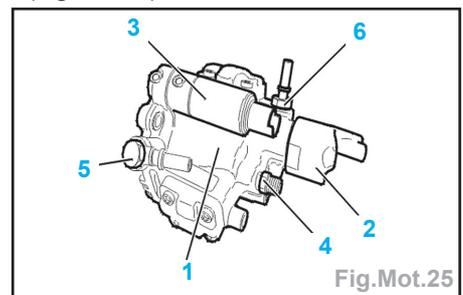

Fig.Mot.25
- Ne pas dissocier la pompe haute pression carburant (1) des éléments suivants (Fig.Mot.25) :